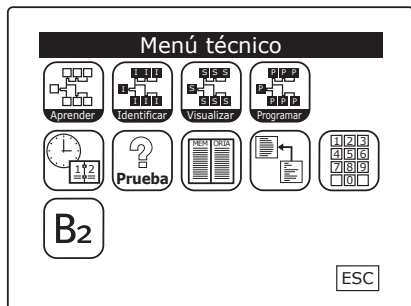

Fig. 4
Los módulos (B2MIA101, B2MI0401, B2MO0201) pueden instalarse sobre una pared en una superficie perfectamente plana, dentro de una caja de derivación o sobre guía din (fig. 1). Extraiga el puente presente en el módulo e introduzca el de la cubierta (fig. 3). Fije la protección al módulo mediante el tornillo suministrado (fig. 4) teniendo cuidado de que, en la posición preseleccionada, la palanquita (A) del microinterruptor de la protección esté accionada y que el cable de conexión (B) entre la cubierta y el módulo no quede accidentalmente entre los dos elementos.
Aparecerá un teclado en el que se deberá introducir el **Código técnico**, (que durante el primer encendido será 5, 6, 7, 8, fig. 3); así se accederá al **Menú técnico** (fig. 4).
Pulsando el icono correspondiente, el sistema localiza automáticamente los dispositivos conectados (fig. 4).